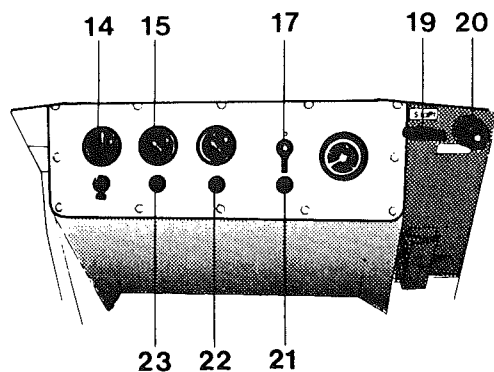

Abb. 15
1 Bei betriebswarmem Motor die Motordrehzahl mit der Drehzahlverstellung (20), Abb. 15, auf 2300 U/Min einstellen. Den Drehzahlmesser kontrollieren. Die Schwergängigkeit der Drehzahlverstellung wird mit dem Sperring eingestellt.